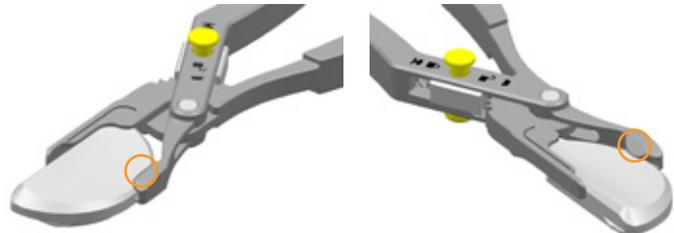

Figura 50
- 5 Cierre con cuidado el brazo curvado sobre el inserto, asegúrese de que el protector amortiguador del brazo curvado quede reposando sobre la superficie articular del inserto rodeada con un círculo en la (figura 50).